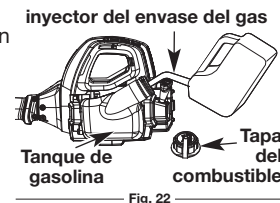

Fig. 22
1. Saque la tapa de la gasolina (Fig. 22).
2. Coloque el pico del recipiente de gasolina en el orificio de llenado del tanque de gasolina (Fig. 22) y llene el tanque.